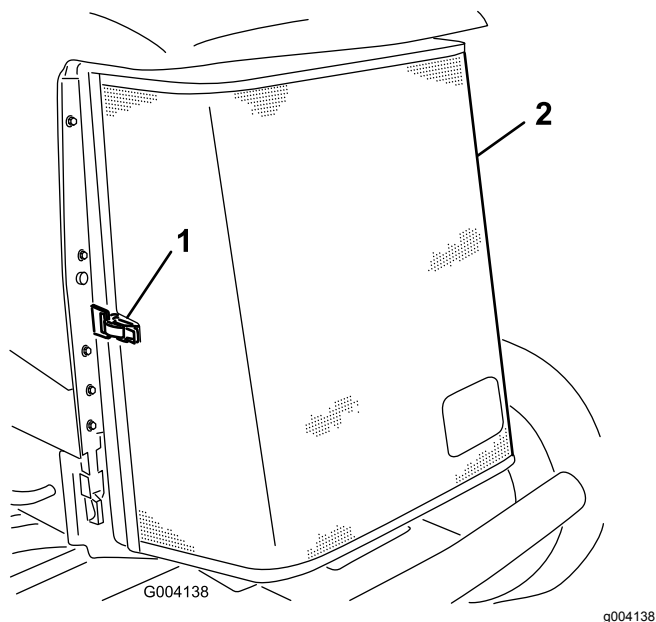

Figure 70
3. Déverrouillez l'attache et ouvrez la grille arrière (Figure 70).